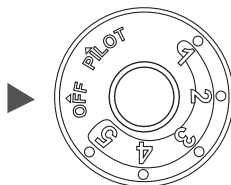
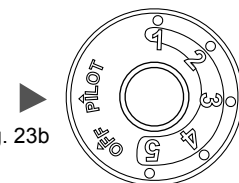

Fig. 22b
Fig. 23b
3. Gire la perilla de control en dirección a las manecillas del reloj ↷ hacia la posición "OFF" (APAGADO). (Consulte la Fig. 22b)
4. Espere (5) minutos para que se despeje el gas. Luego verifique si hay olor a gas, incluso cerca del piso. Si percibe olor a gas, ¡DETÉNGASE! Siga la sección "B" de la información de seguridad anterior. Si no hay olor a gas, proceda con el próximo paso.
5. Gire la perilla de control en dirección contraria a las manecillas del reloj ↶ hacia la posición del piloto. (Consulte la Fig. 23b) Presione la perilla de control.